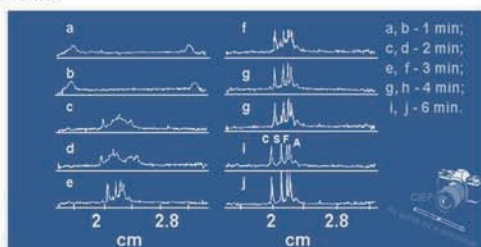
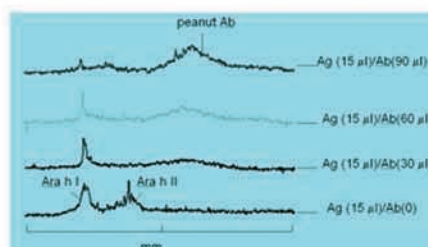

图3-1: 蛋白质和抗体药物的cIEF-WCID动态聚焦过程
图3-2: cIEF-WCID技术用于Ab-Ag相互作用的研究
**应用3: 蛋白质的生物相互作用研究:** cIEF-WCID能够动态检测蛋白质和抗体药物的聚焦过程 (图3-1), 能够直接和动态监控生物大分子、蛋白质-药物之间的相互作用, 这些生物大分子的相互作用能够直接反映其功能和活性机制。抗体 (Ab)-抗原 (Ag) 的相互作用在蛋白质药物和疫苗药物的研发和工业化生产中起到非常重要的作用, 不仅能够阐明治病机制、药理机理, 而且对于蛋白质药物的质量控制和生产工艺起到决定性的作用 (图3-2) 阐明了cIEF-WCID技术在Ab-Ag相互作用研究中的应用, 其复合物能够被高分辨测定, 相互作用能够被动态表征